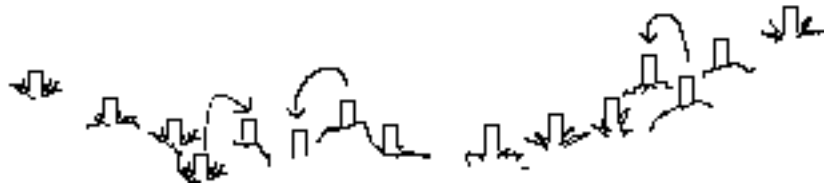

FIGURA 3-9: Ajustando las posiciones de algunas estacas para allanar la línea de contorno.
PASO 6: Allanar las irregularidades: Aun en pendientes uniformes, las pequeñas alturas y depresiones del terreno pueden hacer que algunas estacas queden fuera de línea. Se pueden evitar cambios bruscos en la línea cambiando un poco de algunas de las posiciones de estas estacas, como muestra la figura 3-9.
PASO 5: Igualar las irregularidades en las líneas de estacas como muestra la figura 3-9.